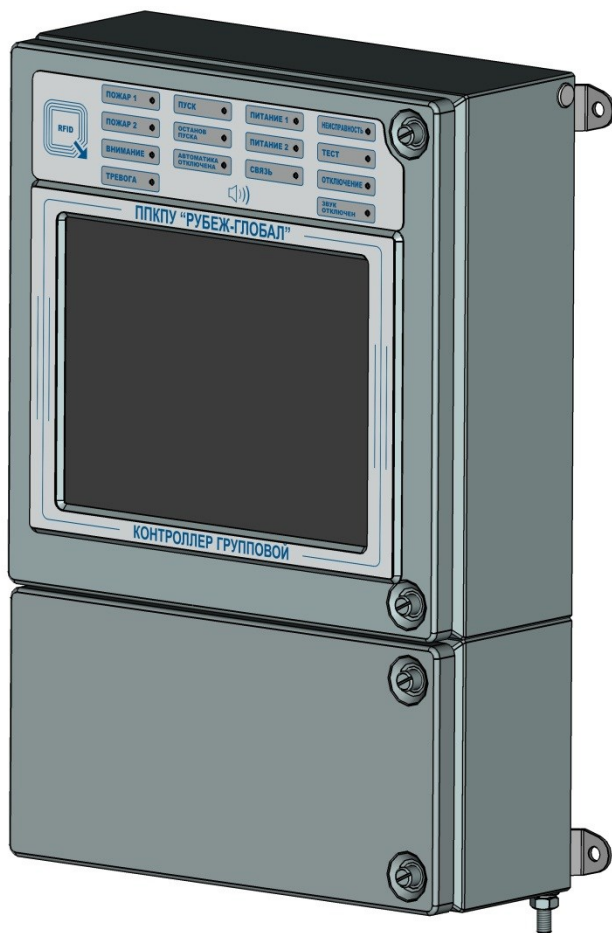

Рисунок 3 – Внешний вид ГК исп.2
– ГК исп.2 – в металлическом корпусе с десятидюймовым ЖК монитором (металл. 10”) (Рисунок 3)
Это исполнение в отличие от ГК исп.1 помимо десятидюймового экрана (Рисунок 3) имеет встроенный контроллер адресных устройств, который позволяет управлять до 1000 адресными устройствами, подключенными к его четырем АЛС, и расположенный рядом с индикаторами RFID-считыватель